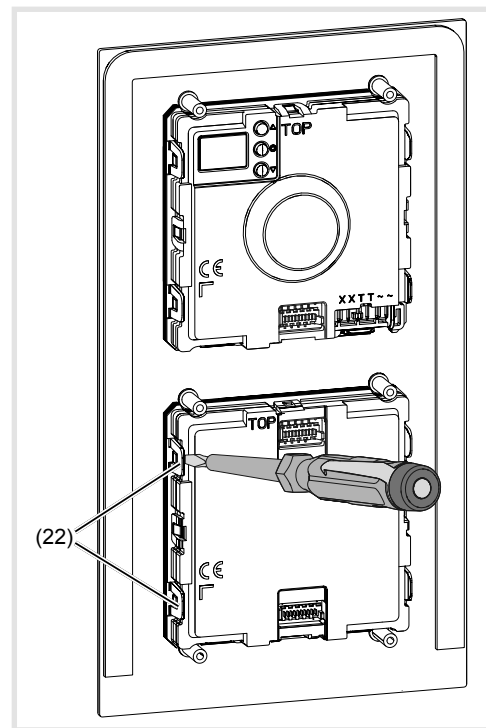

Figura 17: sblocco del modulo
(20) Viti
(21) Supporto del modulo
- Per la rimozione del modulo sbloccare i cavallotti di fissaggio (22) laterali del supporto del modulo facendo leva, con cautela, con un cacciavite (figura 17).